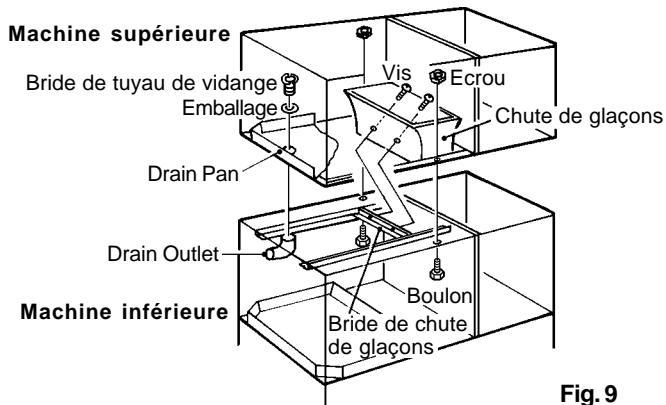

Fig. 9
- 11) Fixez la machine supérieure ou centrale sur l'unité inférieure. Voir Fig. 9.
- 12) Fixez les deux machines en vissant les deux boulons et les deux écrous fournis. Voir Fig. 9.
- 13) Alignez l'orifice de vidange de la machine inférieure à l'orifice du plateau de vidange de la machine supérieure. Insérez l'emballage (accessoire de la machine inférieure) et serrez la bride du tuyau de vidange (accessoire de la machine inférieure). Voir Fig. 9.